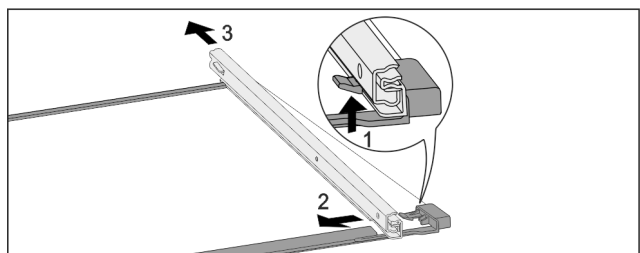

Fig. 157 Placa de vidrio con guías
- ▶ Presione hacia arriba el gancho de retención delantero. *Fig. 157 (1)*
- ▶ Retire la guía extraíble hacia un lado *Fig. 157 (2)* y hacia atrás *Fig. 157 (3)*.